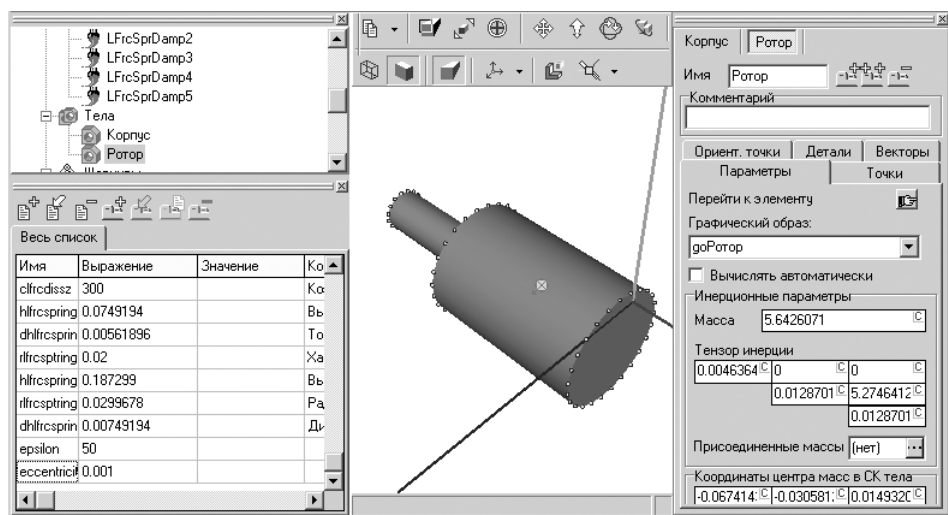

Рис. 2.124. Окно **Идентификатор** после ввода численного значения эксцентриситета дебаланса
- введите в диалоговом окне **Инициализация численных значений** в столбце **Значение** численное значение 0.001 м, а затем щелкните по кнопке **Принять**. Введенное значение появится в столбце **Выражение** на закладке **Весь список**, расположенной в левом нижнем углу главного окна, см. рис. 2.124.